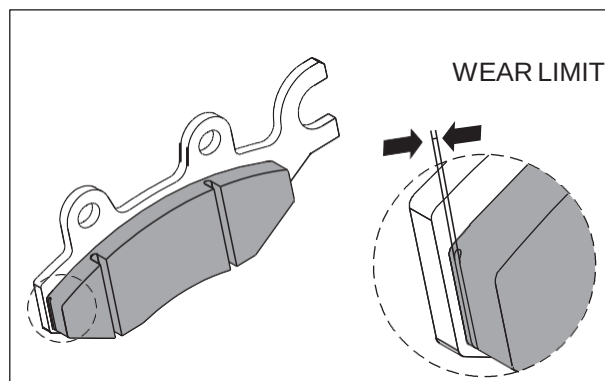

Fig. 6.20
- Revise la marca de límite de servicio en la pastilla y el estado actual de desgaste de la misma. (Fig. 6.20) Cuando el desgaste excede el límite de servicio, remplace el conjunto de pastillas por uno nuevo.